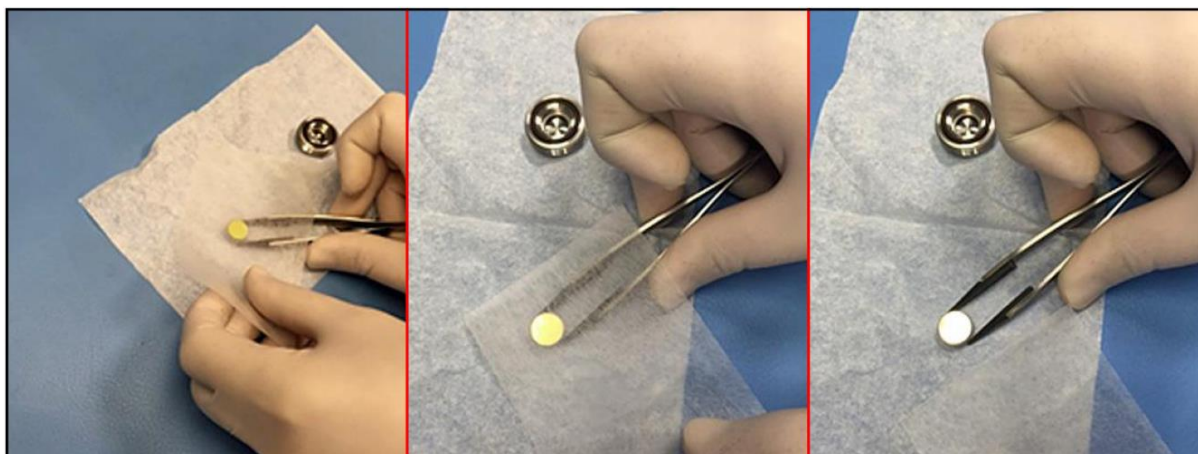

図 57 : 汚れたミラーの洗浄
12. 湿ったレンズ用紙をミラーの上に置き、ミラーを先端がプラスチックのピンセットで押さえながら、ミラー表面上でレンズ用紙を水平に滑らせます（下の図 57 を参照）。最低限の残液または液体の筋がミラー表面に付着していることを確認してください。